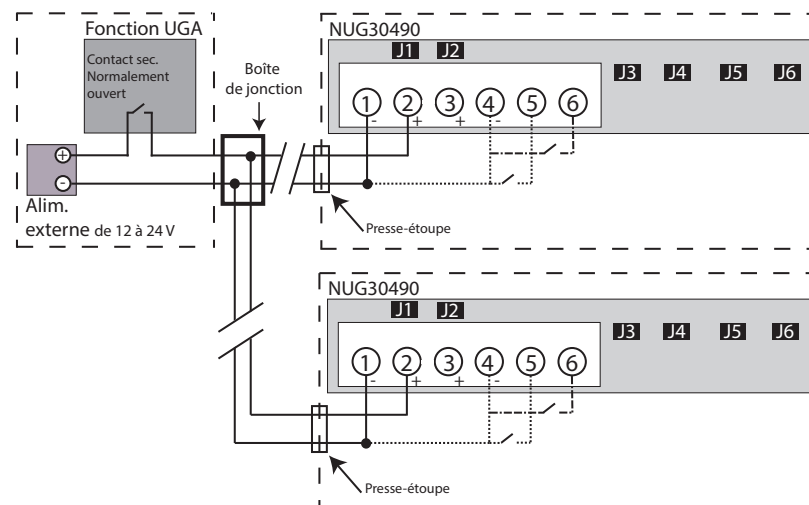

Figure 2. Schéma de câblage
- Câbler le circuit. Voir Figure 2.